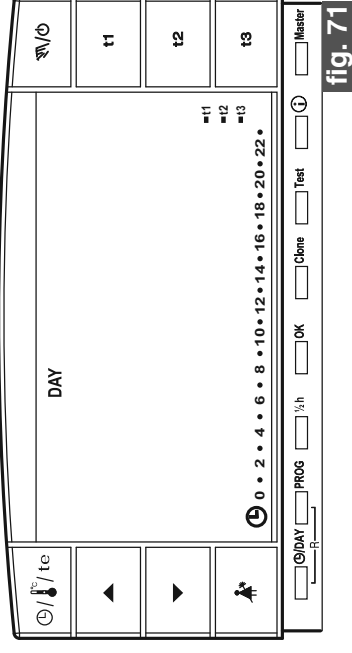

fig. 71
- Premere il tasto **OK** per impostare lo spegnimento del display dalle ore 0:00 alle ore 6:00 (esempio in fig. 71).
- Premere il tasto **OK** per impostare lo spegnimento totale del display: dopo 3 minuti si ottiene lo spegnimento del display durante tutte le 24 ore di tutti i giorni (es. in fig. 71).